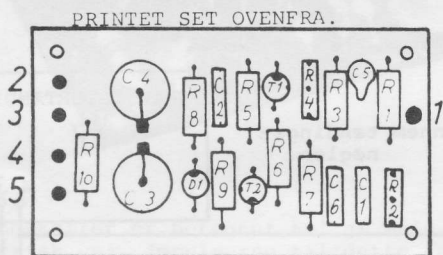

FIG. 2.
1. Først monteres modstandene R1 til R10, husk at vælg den rigtige R10 efter Deres spænding i bilen. Se fig.2 og led under montagen.
5. Elektrolytkondensatorerne C3 og C4 monteres, således at den sorte firkant på Fig.2 er minus, og passer med studsene på kondensatorerne.
6. Transistorerne T1 og T2 samt zenerdiode D1 monteres således at den sorte prik på Fig.2, vender den samme vej, som den røde prik på dioden og transistorerne.